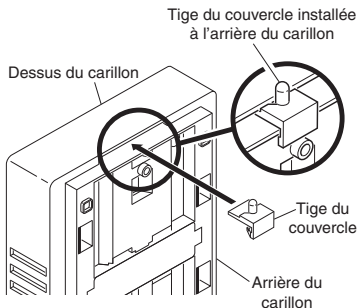

Figure 6
1. Faites glisser la tige du couvercle sur l'arrière du carillon, comme illustré dans la Figure 6. La tige doit être fixée au socle avant d'installer ce dernier au mur (la tige pourrait être déjà en place).